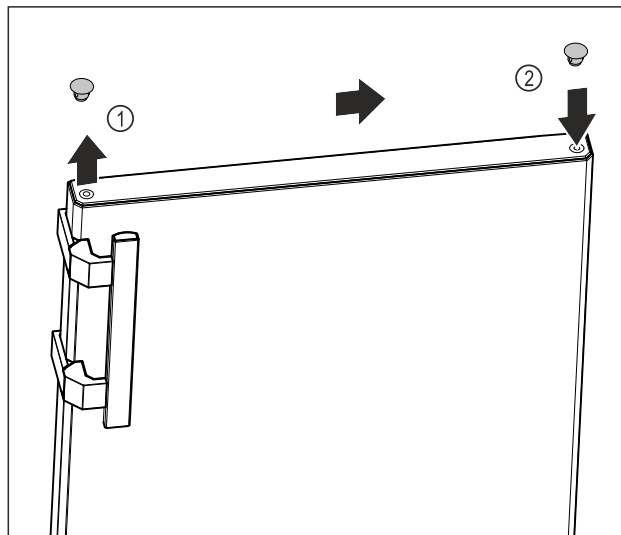

Fig. 13
- ▶ Обережно підніміть заглушки у верхній частині дверцят Fig. 13 (1) за допомогою шліцевої викрутки.
- ▶ Вставте заглушки з протилежного боку. Fig. 13 (2)